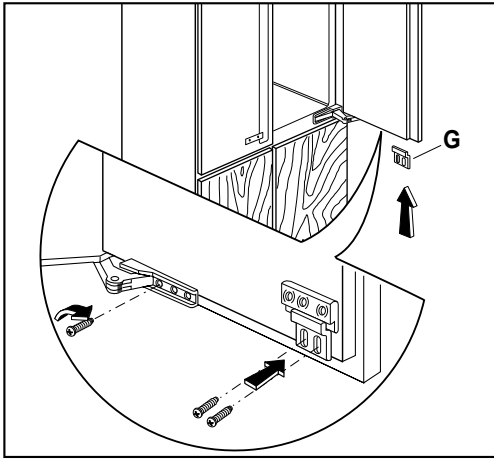

Fig. 9
- Mettre l'applique inférieure **G**, avec deux vis, et fixer la charnière en faisant passer une vis dans la fente verticale (Fig. 9).